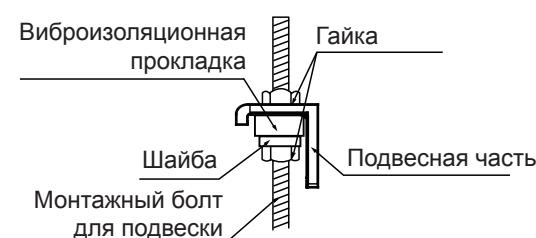

Рис. 4.12
9. Установите внутренний блок на подвесные монтажные болты при помощи блока. Установите внутренний блок горизонтально, используя уровень, в противном случае могут происходить утечки (см. рис. 4.12).